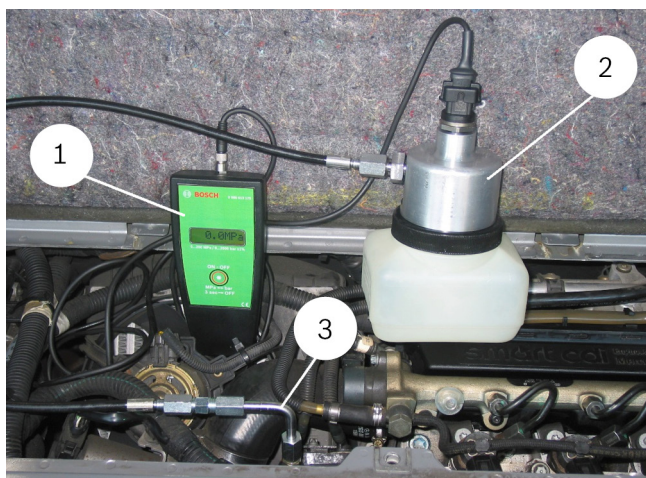

Abb. 13: Exemple de raccordement sur la pompe haute pression Common Rail CP 1
4. Raccorder le flexible 60 MPa (fig. 13, pos. 3) avec un adaptateur de raccordement, une équerre, un écrou et une bague de pression (filetage à gauche) sur la pompe haute pression.
5. Raccorder le flexible au module du capteur de pression (fig. 13, pos. 2).
7. Raccorder la conduite de raccordement à l'appareil d'affichage numérique de la pression (fig. 13, pos. 1) et le capteur de pression du rail du module du capteur de pression (fig. 13, pos. 2).